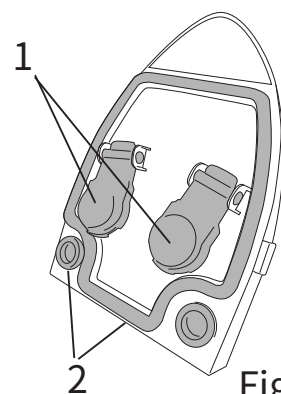

Fig.29
- ・ ふたをひっくり返して、フロートが自由に動けることを確認します (図29、参照1)。
- ・ 湿らせた布でシールを拭きます (図29、参照2)。